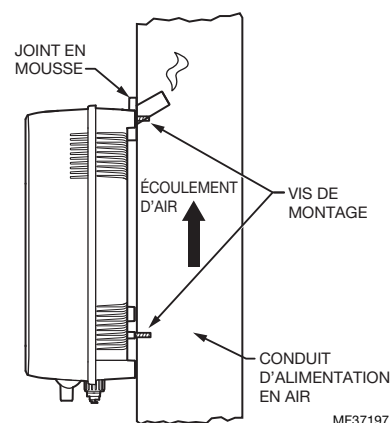

Fig. 17. Montage sur conduit avec installation du joint en mousse entre l'humidificateur et le conduit d'alimentation en air.
3. Insérez la vis supérieure jusqu'à ce qu'il n'y ait plus que 6 mm (0,25 po) exposés. Suspendez l'humidificateur à la tête de la vis par le trou de serrure (Fig. 17).